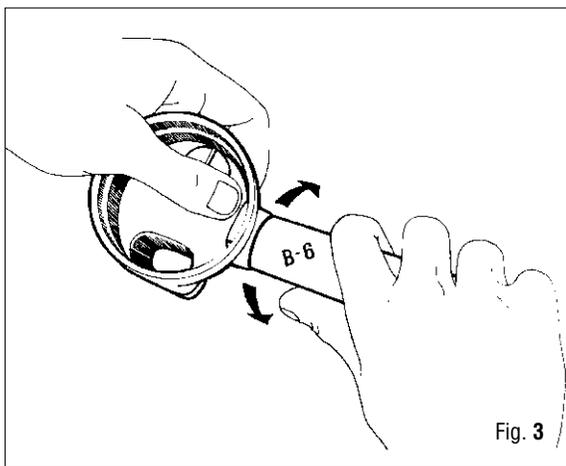

Fig. 3
4. Posicione el O R (83) en su asiento, con la ayuda de la herramienta especial (B-6). (Fig. 3)
5. Coloque el OR (66) en el asiento del portaleva.